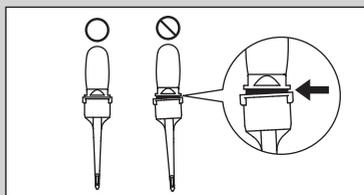

Fig. 9
- Introduza a ponta completamente usando as indicações da Fig. 9. Se a ponta for introduzida incorretamente, ela pode sair e ser engolida acidentalmente.